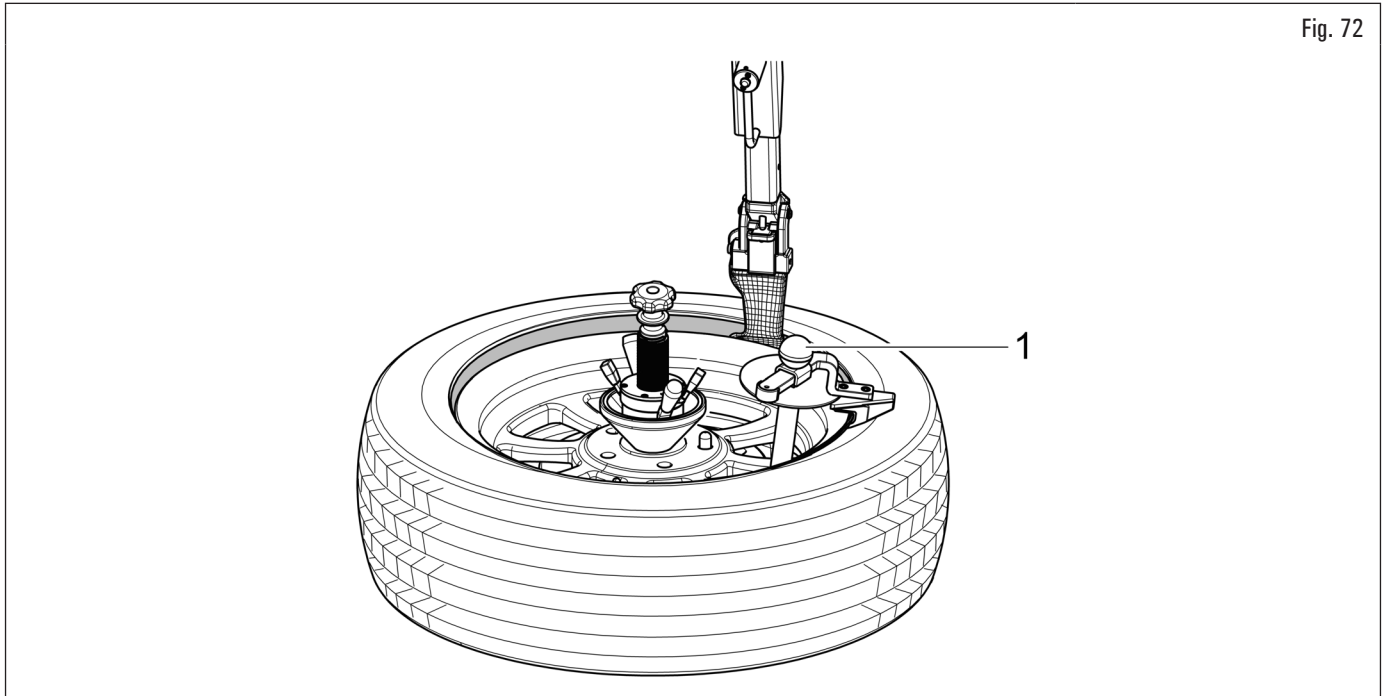

Fig. 72
1. Monter le pousse-pneu avec dispositif entraîneur (Fig. 72 ref. 1) voisin le bord de la jante (voir Fig. 72) ;